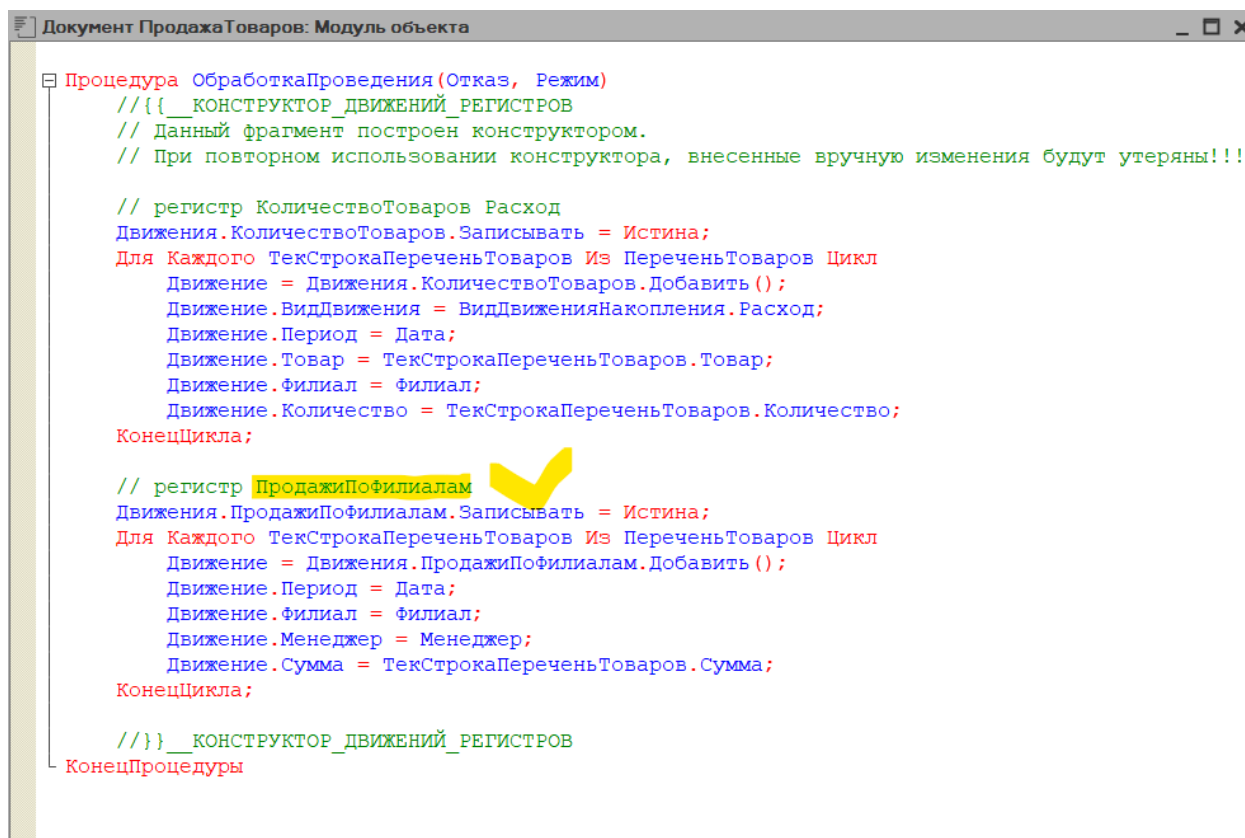

Рис. 3.44. Процедура проведения документа ПродажаТоваров по двум регистрам
5. После щелчка на кнопке ОК перед нами откроется текст новой процедуры проведения документа ПродажаТоваров, которую сформировал конструктор (рис. 3.44).